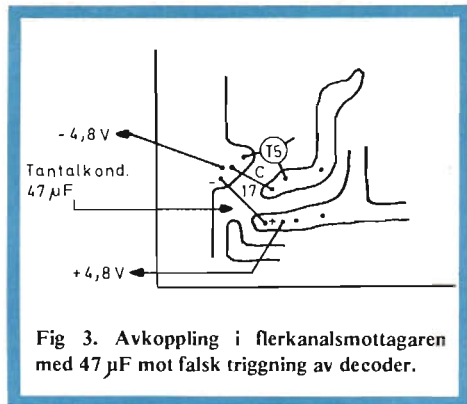

Fig 3. Avkoppling i flerkanalsmottagaren med 47 µF mot falsk trigging av decoder.
Drivspänningen till decodern måste alltså avkopplas. Använd en tantalkondensator, 47 μF , vilken monteras i hål, borrade i kretskortet omedelbart där strömförsörjningen ansluts, se fig 3.
► **Sid 51, fig 3** Kretskortet något för stort återgivet. Bredden skall vara 52 mm.